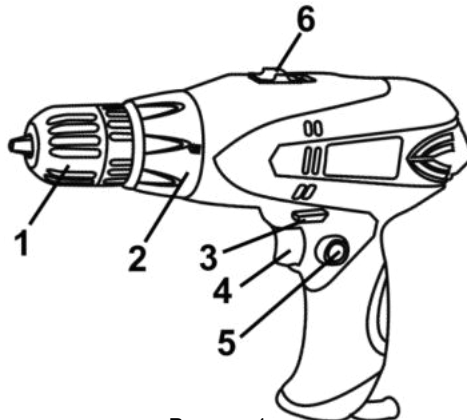

Рисунок 1
4.1 Встановіть необхідний крутний момент за допомогою кільця регулятора моменту затягування (2) (див. рисунок 1).
4.3 Для ввімкнення виробу натисніть на курок вимикача (4) (рисунок 1). Для ввідключення виробу слід курок відпустити. Регулювання швидкості обертання патрона здійснюється ступенем натискання на клавішу вимикача.